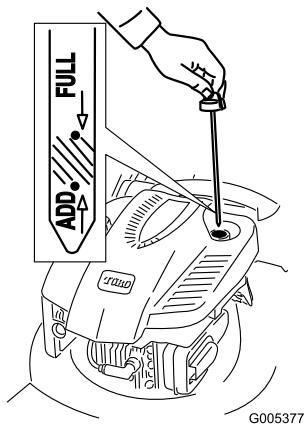

Рисунок 6
1. Извлеките масломерный щуп (Рисунок 6).
2. **Медленно** заливайте масло в маслозаливной патрубок до соответствующей отметки **Full (ЗАПОЛНЕНО)** на масломерном щупе (Рисунок 6). **Не допускайте переполнения картера.** (Макс. объем масла: 0,59 л, тип: автомобильное моющее масло, имеющее классификацию API 30: SF, SG, SH, SJ, SL и выше.)
1. Выньте щуп для измерения уровня, вытрите его, и затем вставьте на полную глубину (Рисунок 6).
2. Выньте щуп и проверьте уровень масла (Рисунок 6). Если уровень масла ниже отметки **Add (ДОЛИТЬ)** на масломерном щупе, **медленно** заливайте масло в маслозаливной патрубок, чтобы поднять уровень масла до метки **Full (ЗАПОЛНЕНО)** на масломерном щупе. **Не допускайте переполнения картера.** (Макс. объем масла: 0,59 л, тип: автомобильное моющее масло, имеющее классификацию API 30: SF, SG, SH, SJ, SL и выше.)